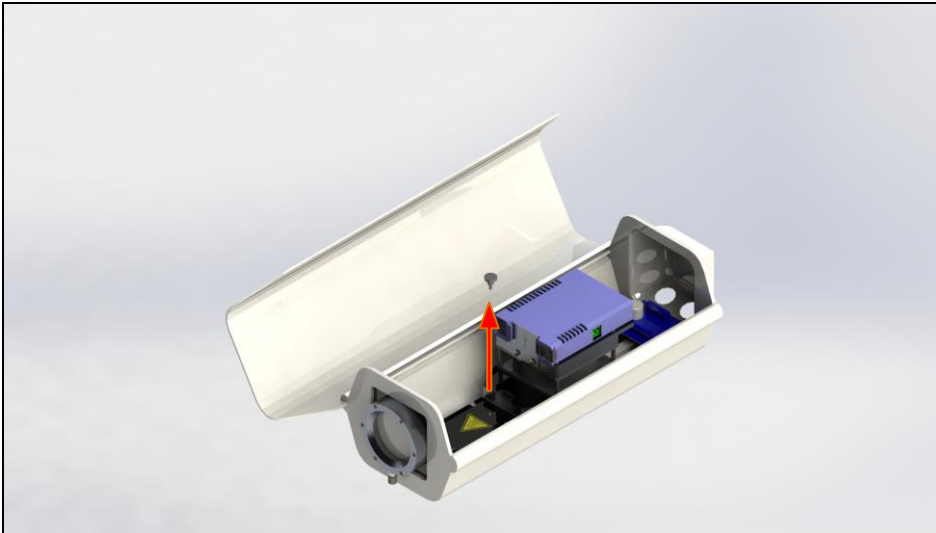

Abbildung 9: Lösen der Rändelschraube vom Befestigungsblech
Schritt 1: Lösen Sie die Rändelschraube vom Befestigungsblech (**Abbildung 9**).